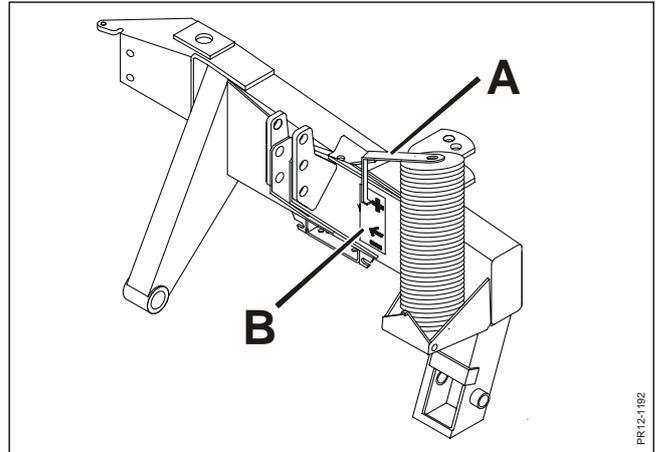

Fig. 3-7
- Fig. 3-7** Das doppelwirkende Steuergerät in Schwimmstellung bringen. Die Unterlenker anheben/absenken, bis die Maschine die korrekte Arbeitshöhe erreicht hat. Der Indikator **A** steht dann gegenüber dem Pfeil auf dem Transfer **B**, wie im Abschnitt 2 beschrieben.